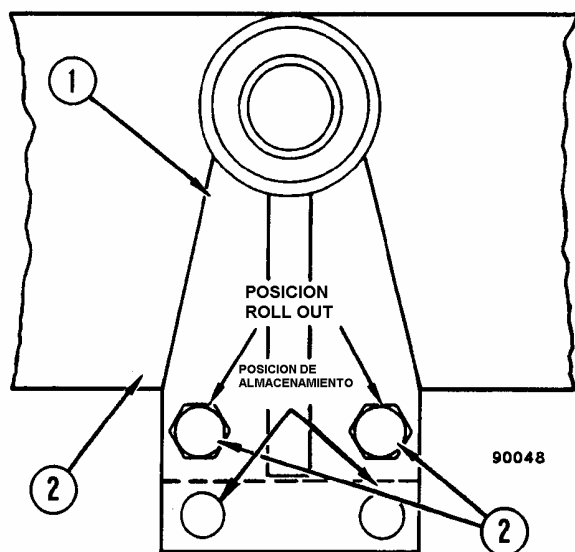

FIGURA 2-6. RODILLOS DEL SUB-BASTIDOR
4. Coloque una gata debajo de la parte trasera del módulo de potencia. Levante la parte posterior del sub-bastidor del motor, e instale los rodillos del sub-bastidor (Consulte la Figura 2-6). Baje con mucho cuidado la parte trasera del sub-bastidor hasta que los rodillos descansen sobre el riel guía del bastidor principal.
NOTA: Los rodillos del sub-bastidor vienen en el grupo de herramientas del camión y se pueden instalar en posición de almacenamiento, después de su utilización, como se muestra en la Figura 2-6.
3. Revise los rodillos del sub-bastidor asegurándose que rueden libremente y que estén en la posición "roll – out" (Figura 2-6).